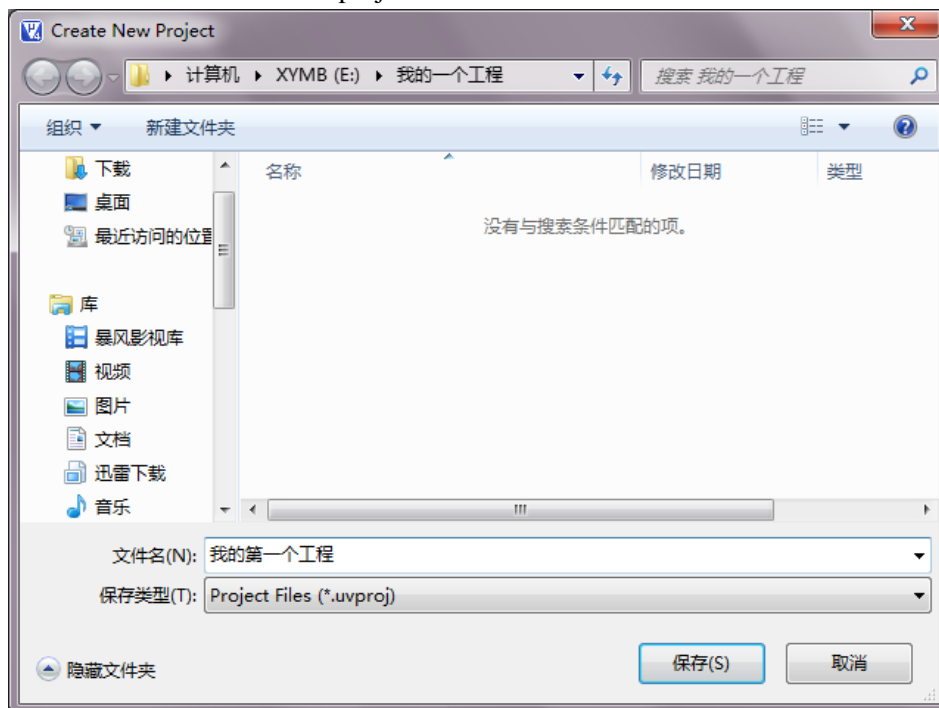

图 2-14 保存工程
2. 选择工程的保存路径，残弈悟恩就选择 E 盘下的：我的第一个工程文件夹，这样便于以后工程的管理，接着在文件名（实质就是工程的名字）处输入文件名：我的第一个工程，如图 2-14 所示，软件会默认为 .uvproj 的扩展名，然后单击“保存”按钮。